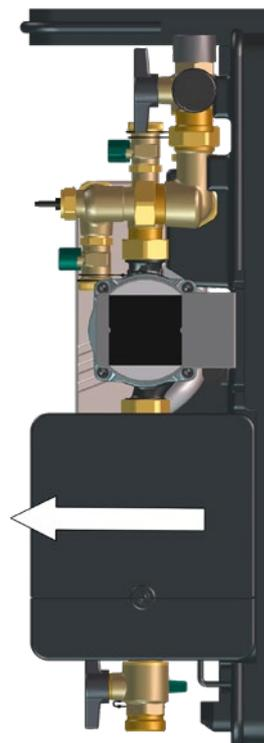

Fig. 20 - Rimozione della centralina dal guscio di isolamento posteriore
- 1 Rimuovere con cautela il regolatore dal rivestimento inferiore come indicato in Fig. 20 a pagina 27.
- 11 Riportare la centralina dalla posizione di montaggio nella posizione di funzionamento (vedi Fig. 20 a pagina 27).